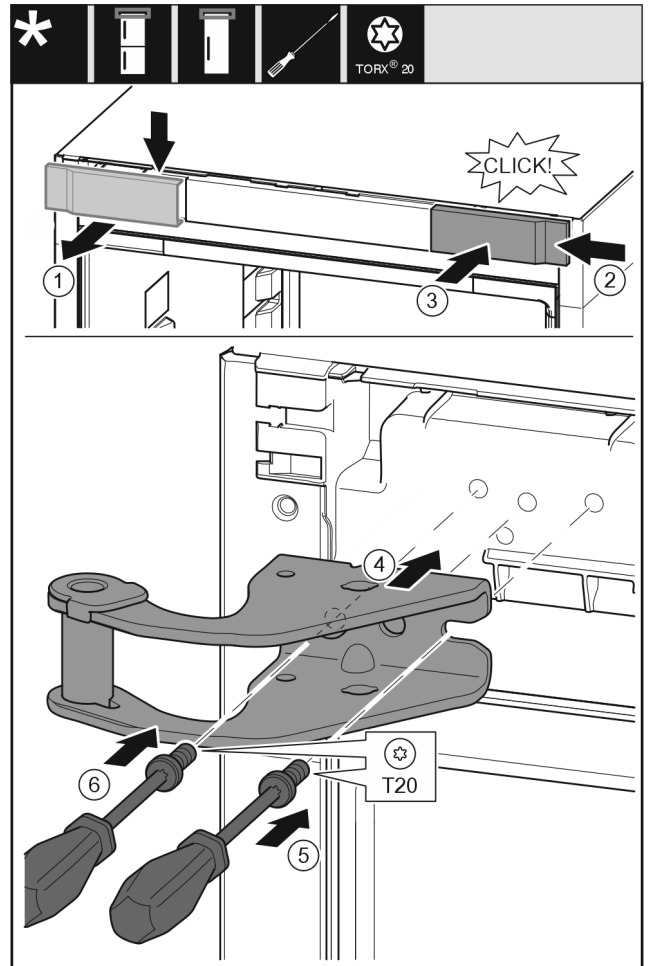

Fig. 32
- ▶ Abdeckung Fig. 32 (1) von oben nach vorne abnehmen.
- ▶ Abdeckung Fig. 32 (2) um 180° gedreht auf der anderen Seite von rechts einhängen.
- ▶ Abdeckung Fig. 32 (3) einrasten.
- ▶ Oberen Lagerbock Fig. 32 (4) ansetzen.
- ▶ Schraube Fig. 32 (5) mit Schraubendreher ansetzen und festdrehen.
- ▶ Schraube Fig. 32 (6) mit Schraubendreher ansetzen und festdrehen.